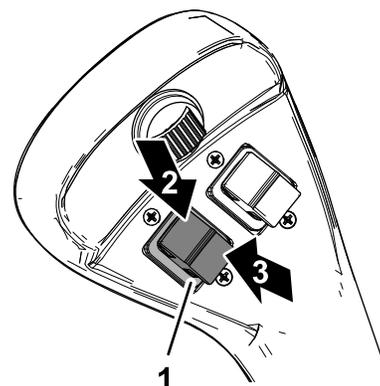

Рисунок 20
- Нажмите вверх и удерживайте в нажатом положении переключатель гидравлического навесного оборудования для работы гидравлическим навесным оборудованием в прямом направлении потока гидравлической жидкости (**Рисунок 20**).